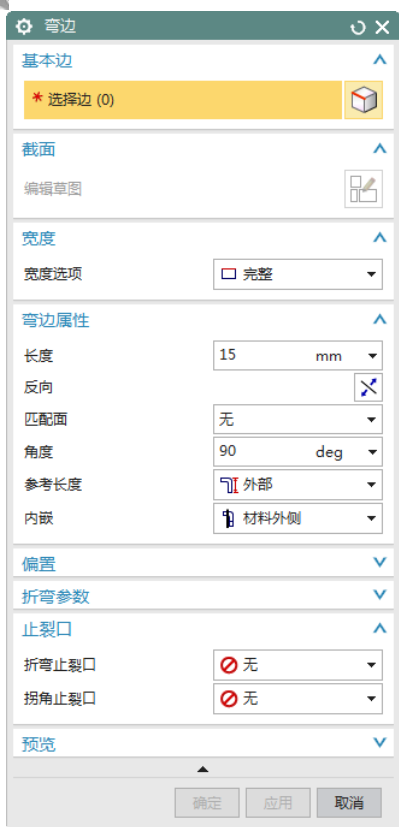
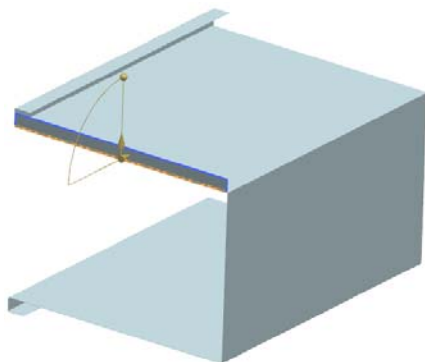

图 11-196 “弯边”对话框
图 11-197 选择弯边
(1) 选择“菜单(M)”→“插入(S)”→“折弯(N)”→“弯边(F)...”，或单击“主页”选项卡“折弯”面组上“弯边”按钮，打开如图 11-196 所示“弯边”对话框。
(2) 设置“宽度选项”为完整，“长度”为 15，“角度”为 90，“参考长度”为“外部”，“内嵌”为“材料外侧”，在“折弯止裂口”和“拐角止裂口”下拉列表框中选择“无”。
(3) 选择弯边，同时在视图区预览显示所创建的弯边，如图 11-197 所示。